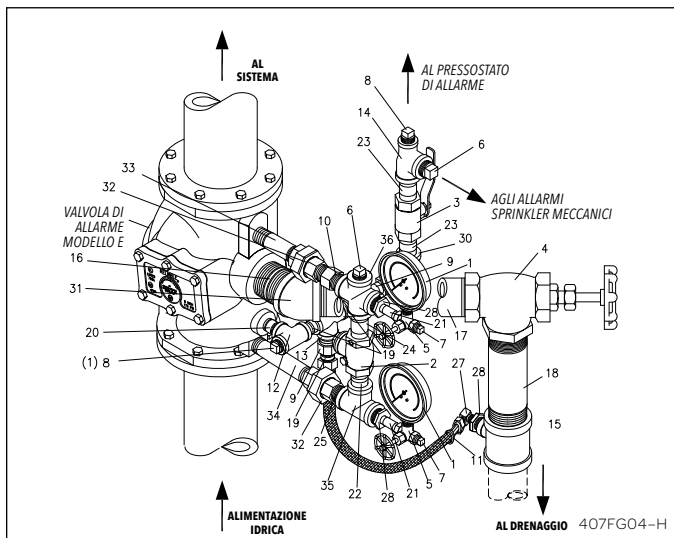

Fig. 4 – Installazione verticale a pressione costante
Quando l'acqua non scorre più attraverso la valvola di allarme, il coperchio della valvola (4) ritorna nella sua sede, interrompendo in questo modo il flusso dell'acqua verso la camera di ritardo. Gli orifici di drenaggio (articolo 9, Fig. 4 e 6) permettono alla camera di ritardo e alla linea allarme di svuotarsi attraverso il drenaggio (articolo 11, Fig. 4 e 6).
Pressione costante (Fig. 4 e 6)